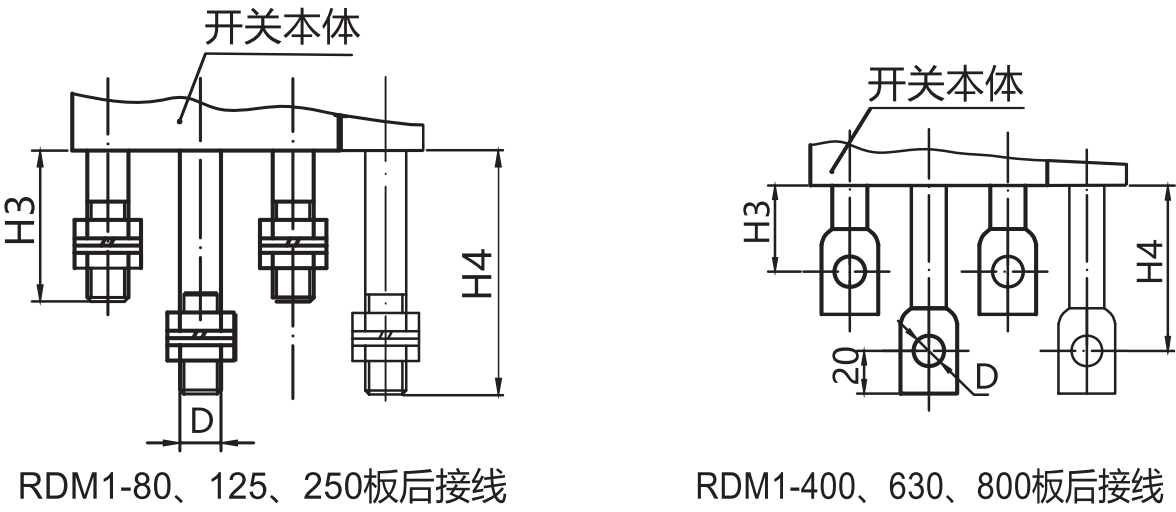

图8 RDM1系列板后接线外形及安装尺寸
6.2 板后接线外形尺寸见图8和表8(RDM1-630S暂不提供板后接线)